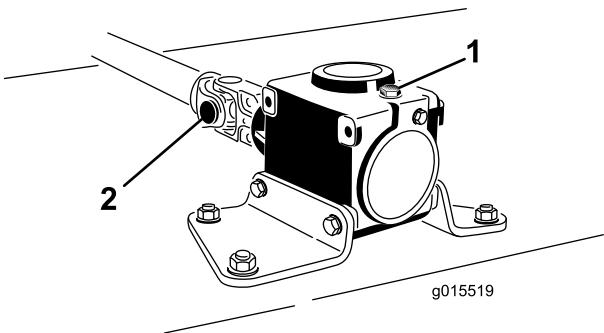

Figura 3
- Quite el pasador cilíndrico de la horquilla y del eje de la caja de engranajes (Figura 3). Guarde el pasador cilíndrico para su uso posterior.
- Afloje los 2 tornillos de caperuza y las contratuerca (Figura 3).